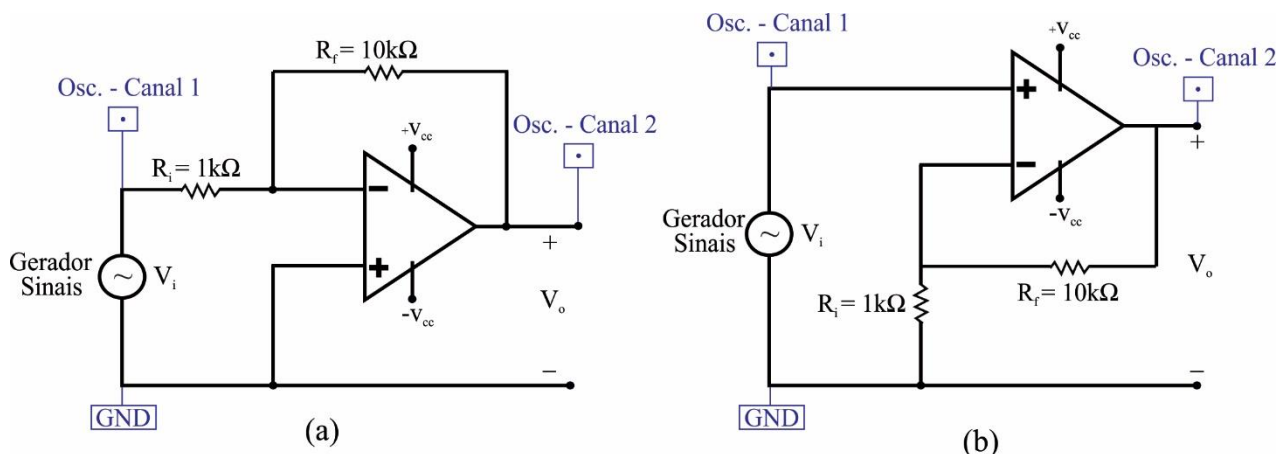

Figura 3 – Esquema de ligação dos circuitos amp-op (a) inversor e (b) não inversor.
- Realize a ligação da configuração da Figura 3(a);
- Configurar o canal 1 do osciloscópio em acoplamento c.a, e conectá-lo na entrada inversora do amp-op e no GND do circuito, conforme mostrado na Figura 3(a), com as seguintes especificações:
- Configurar o canal 2 do osciloscópio em acoplamento c.a, e conectá-lo na saída do amp-op e no GND do circuito, conforme mostrado na Figura 3(a), com as seguintes especificações:
- Realize a ligação da configuração da Figura 3(b);
- Configurar o canal 1 do osciloscópio em acoplamento c.a, e conectá-lo na entrada **não** inversora do amp-op e no GND do circuito, conforme mostrado na Figura 3(a), com as seguintes especificações: